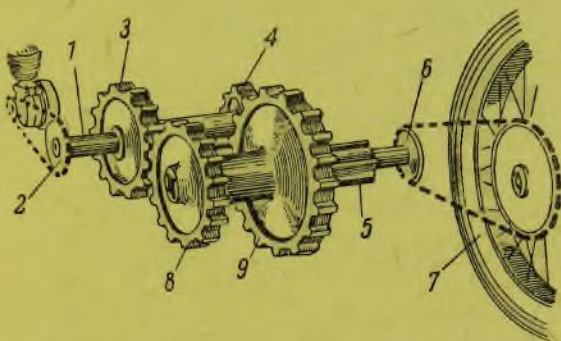

Рис. 164. Принципиальная конструкция коробки передач
Сопротивление подъему. На рис. 164 показаны силы, действующие на мотоцикл при подъеме.
На рис. 164 изображена принципиальная конструкция коробки передач, которая включается между двигателем и ведущим колесом. На первичном валу (1), вращающемся от двигателя через зубчатку (2), закреплены две шестерни: малая (4) и большая (3). Параллельно первичному валу расположен вторичный вал (5), который связан через шестерню (6) с ведущим колесом мотоцикла (7). На вторичном валу посажена каретка, состоящая из двух шестерен (8) и (9), могущих перемещаться вдоль вала по желанию водителя. При перемещении каретки влево шестерня (8) войдет в зацепление с шестерней (3) первичного вала (1), от которой получит вращение. Каретка имеет так называемое шлицевое соединение с валом, при помощи которого она передает вращение вторичному валу, а следовательно, шестерне (6) и ходовому колесу (7). Это будет прямая передача, т. е. такая, при которой коробкой не изменяется